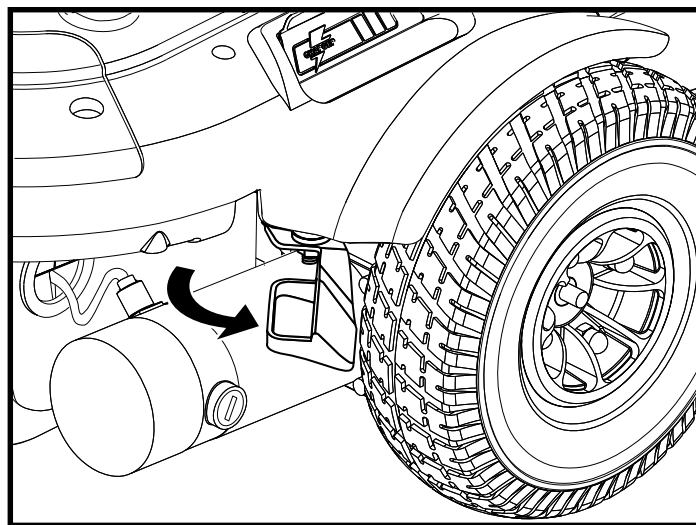

Figura 9. Modalità di sblocco ruote (Trazione disattivata)
3. Spingere le due leve verso l'esterno per sbloccare i motori di trazione. Vedere figura 9.